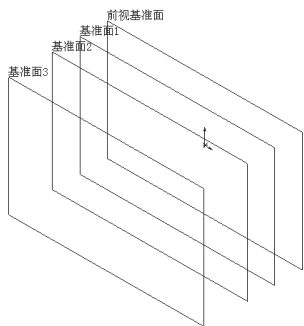

图 3-19 建立 3 个平行基准面
- (1) 执行【新建】/【零件】/【确定】命令，新建一个零件文件。
- (2) 依次建立距离前视基准面为 25、25 和 40 的 3 个平行基准面，如图 3-19 所示。